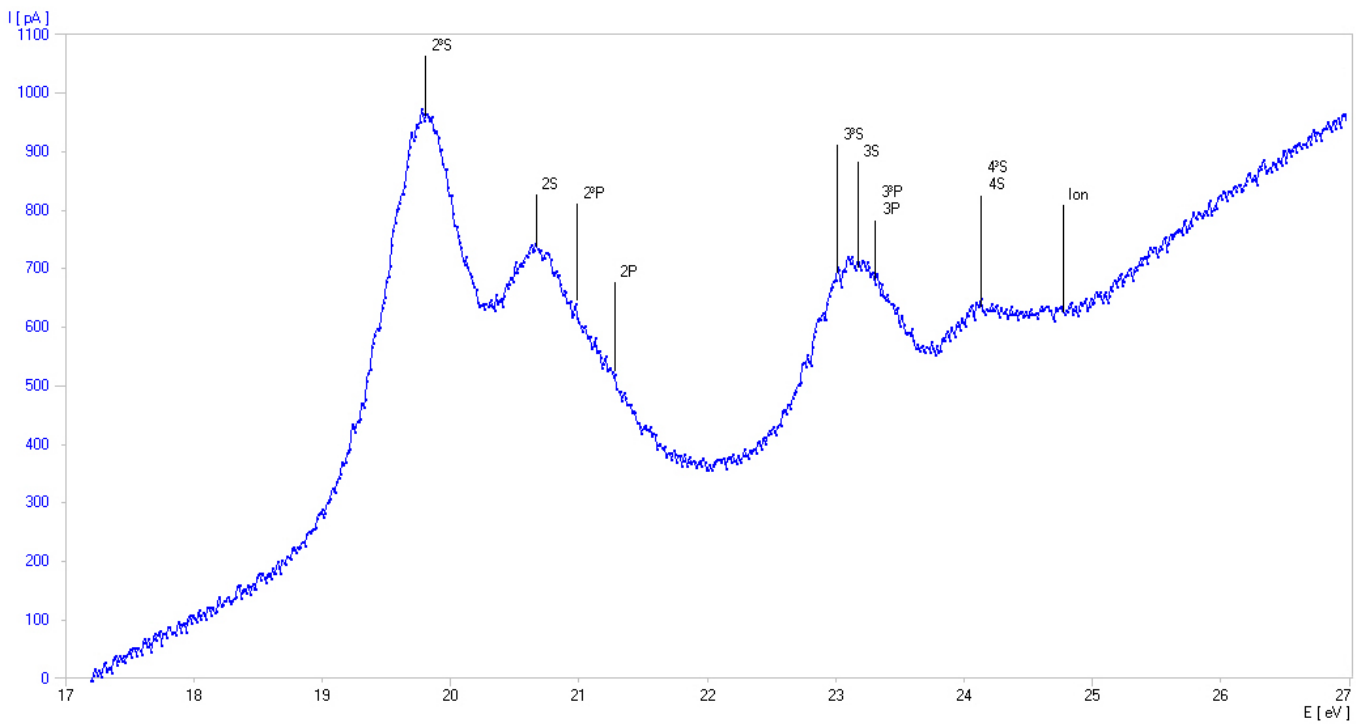

Fig. 5: Corriente de colector I_R en dependencia con la tensión de aceleración U_A .
- Identifique en el diagrama los potenciales críticos de la tabla 1 (ver Fig 5).